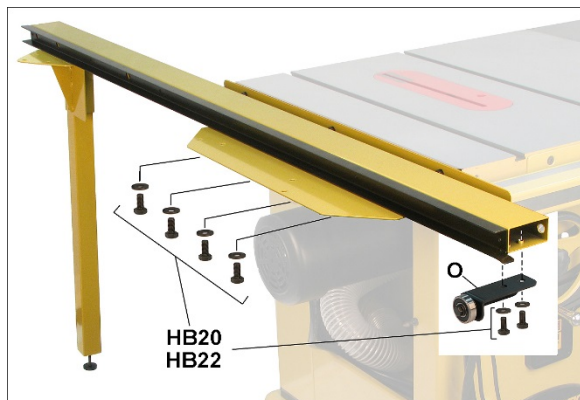

Рисунок 7-6
- Установите внутреннюю направляющую на установочную пластину с помощью четырех винтов и шайб. См. рисунок 7-6. Расположите направляющую параллельно столу циркулярной пилы, затяните винты.
- Установите горизонтальный кронштейн с подшипником (O, рисунок 7-6) в резьбовые отверстия передней части внутренней направляющей с помощью двух винтов и шайб. Затяните винты.